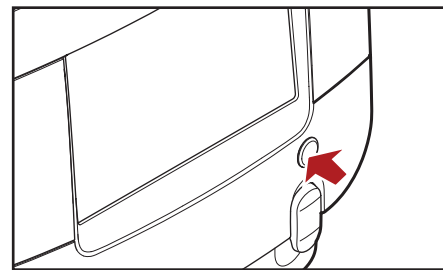

図4.10 - 熱湯を抽出する
- 給湯ボタンを使った熱湯のフリー抽出方法(14ページの図4.10を参照)
2. 熱湯ボタンを押します。希望する量の熱湯が抽出されるまで、ボタンを押し続けてください (図 4.10)。